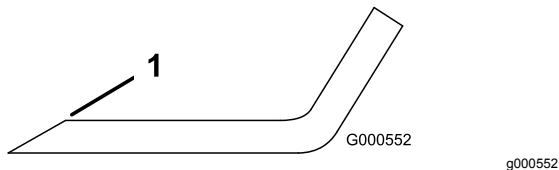

Figure 117
1. Au moyen d'une lime, aiguissez les tranchants aux deux extrémités de la lame (Figure 117).
**Remarque:** Si la lame est déséquilibrée, limez un peu l'extrémité de l'ailette seulement (Figure 117).